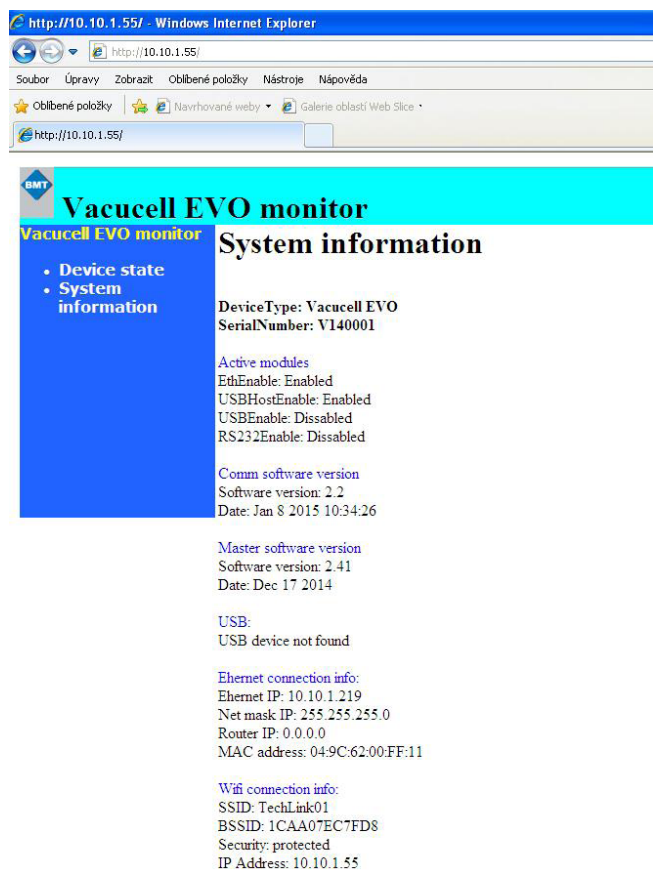

Рис. 30
6. Системная информация отобразится при нажатии на «System Information», см. рис. 30.